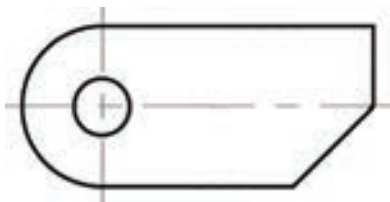

图 11-20 原始图形
1) 打开“标注约束.dwg”文件（该文件位于随书光盘的“CH11”文件夹中），该文件中存在的原始图形如图 11-20 所示。